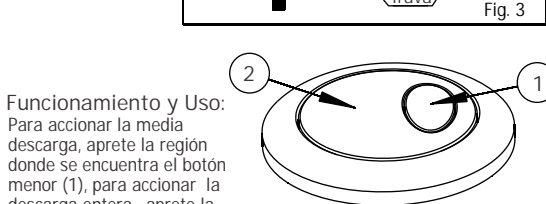

Fig. 4
Para accionar la media descarga, aprete la región donde se encuentra el botón menor (1), para accionar la descarga entera, aprete la región del botón mayor (2). Fig. 4.